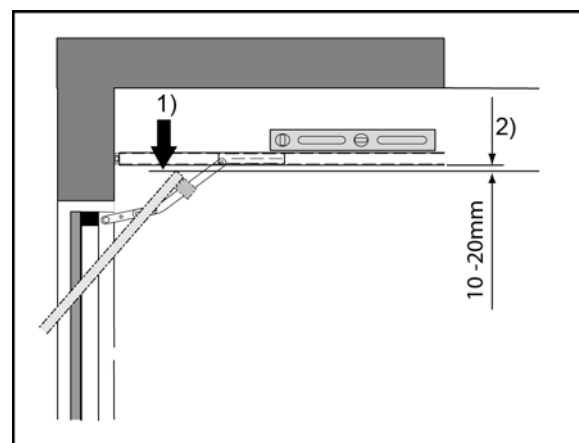

Abb. 14
Die Schiene muss in jener Höhe montiert werden, dass zwischen dem höchsten Torpunkt (1) (der höchste Punkt, den ein Teil des Tores während der Bewegung erreichen kann) und der Unterkante Schiene (2) ca. 10-20 mm Abstand vorhanden sind (Abb. 14).